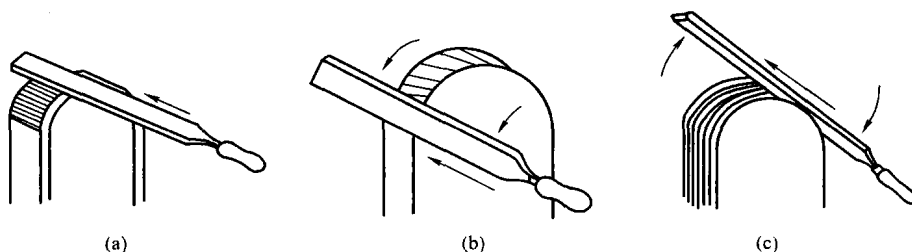

图 1-8 外圆弧面锉削法
(2) 外圆弧面锉削法。外圆弧面锉削分三步进行, 如图 1-8 所示。